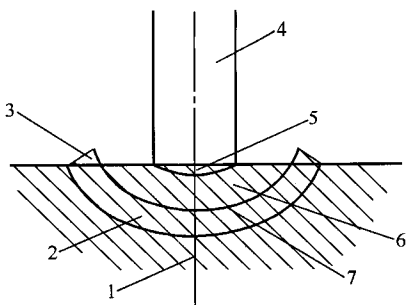
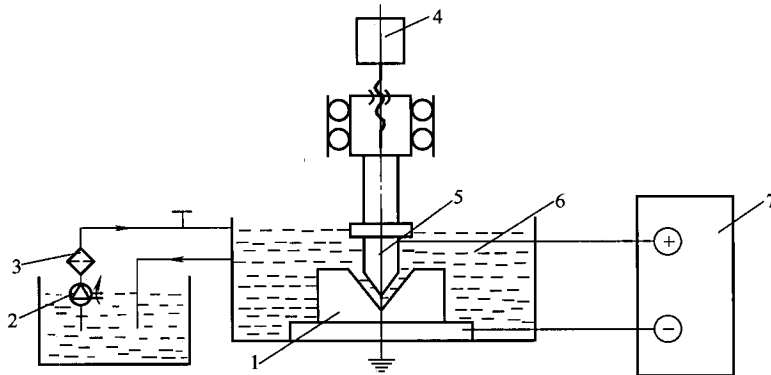

图 1-1 单个脉冲放电痕剖面放大示意图
图 1-2 电火花加工原理示意图
小的凹坑（见图 1-1）。这样不断的放电加工，使工件不断的被蚀除，实现金属材料的尺寸加工。满足被加工工件质量要求的加工方法称为电火花加工。实现电火花加工，必须解决下列关键技术。
(1) 放电间隙 必须使工具电极和工件被加工表面之间经常保持一定的放电间隙。这一间隙随加工条件而定，一般约为几微米至几百微米。如果间隙过大，极间电压不能击穿极间介质，就不会产生火花放电。如果间隙过小，就很容易形成短路接触，同样也不能产生火花放电。所以在电火花加工过程中必须具有工具电极的自动进给和调节装置。
(2) 脉冲放电 火花放电必须是瞬时的脉冲放电。放电延续一段时间后，需停歇一段时间，放电延续时间一般为 $1 \sim 1000 \mu s$ 。这样才能使放电所产生的热量来不及传导扩散到其余部分，把每一次的放电蚀除点分别局限在很小的范围内；否则，会像持续电弧放电那样，使表面烧伤而无法用作尺寸加工。因此，接在工具电极和工件电极间电火花加工用的电源必须采用脉冲电源。
(3) 工作液 火花放电必须在有一定绝缘性能的液体介质中进行，例如煤油、乳化液、去离子水等。这类液体介质又称工作液，它们必须具有较高的绝缘强度 ($10^3 \sim 10^7 \Omega \cdot cm$)，以有利于产生脉冲的火花放电。同时，工作液还能把电火花加工过程中产生的金属微粒、炭黑等电蚀产物从放电间隙中排除出去，并且对电极和工件表面有较好的冷却作用。
(4) 机床设备 要想实现电火花加工必须具备一定的机床设备。图 1-2 为电火花加工原理示意图，工件 1 与工具电极 5 分别与脉冲电源 7 的两输出端相联接。自动进给调节装置 4（此处为电动机及丝杆螺母机构）使工具电极和工件间经常保持一个很小的放电间隙，当脉冲电压加到两极之间，便在当时条件下相对某一间隙最小处或绝缘强度最低处击穿介质，在该局部产生火花放电，瞬时高温使工具电极和工件表面都蚀除掉一小部分金属，各自形成一个小凹坑（见图 1-1）。此次脉冲放电结束后，经过一段间隙时间（即脉冲间隔 t_0 ），使工作液恢复绝缘后，第二个脉冲又加到两极上，又会在极间距离相对最近或绝缘强度最弱处击穿放电，又电蚀出一个小凹坑。这样以相当高的频率，连续不断地重复放电，工具电极不断地向工件进给，就可将工具的形状反向复制在工件上，加工出所需要的零件，整个加工表面是